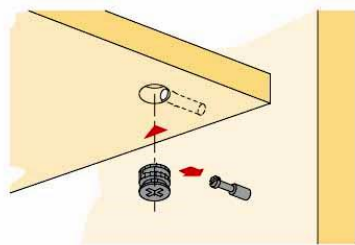

Рис.3 Схема установки эксцентрика
4. Стянуть между собой боковины №3,4 и полку №6 с помощью стяжки эсцентр. - В (см. рис.3);
5. Собранную конструкцию в п.4 присоединить к полке №2 с помощью стяжки эсцентр. - В (см. рис.3);
6. К боковинам №13,14 присоединить столешницу №1 с помощью стяжки эсцентр. - В (см. рис.3);
10. Соединить между собой детали №19, 20, 21 с помощью стяжки эсцентр. - В (см. рис.3) и евровинтов - А;